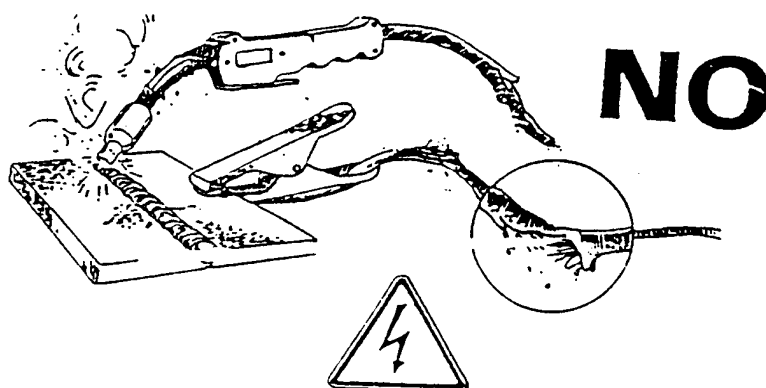

FIG.8
- no utilicen cables de alimentación o de soldadura que estén dañados (Fig. 8);